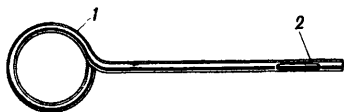

Рис. 23. Протирка:
1) **протирку** (рис. 23) для чистки и смазки канала ствола и камор барабана; протирка имеет ушко для продевания в него пакли или тряпки и кольцо для держания протирки при чистке;